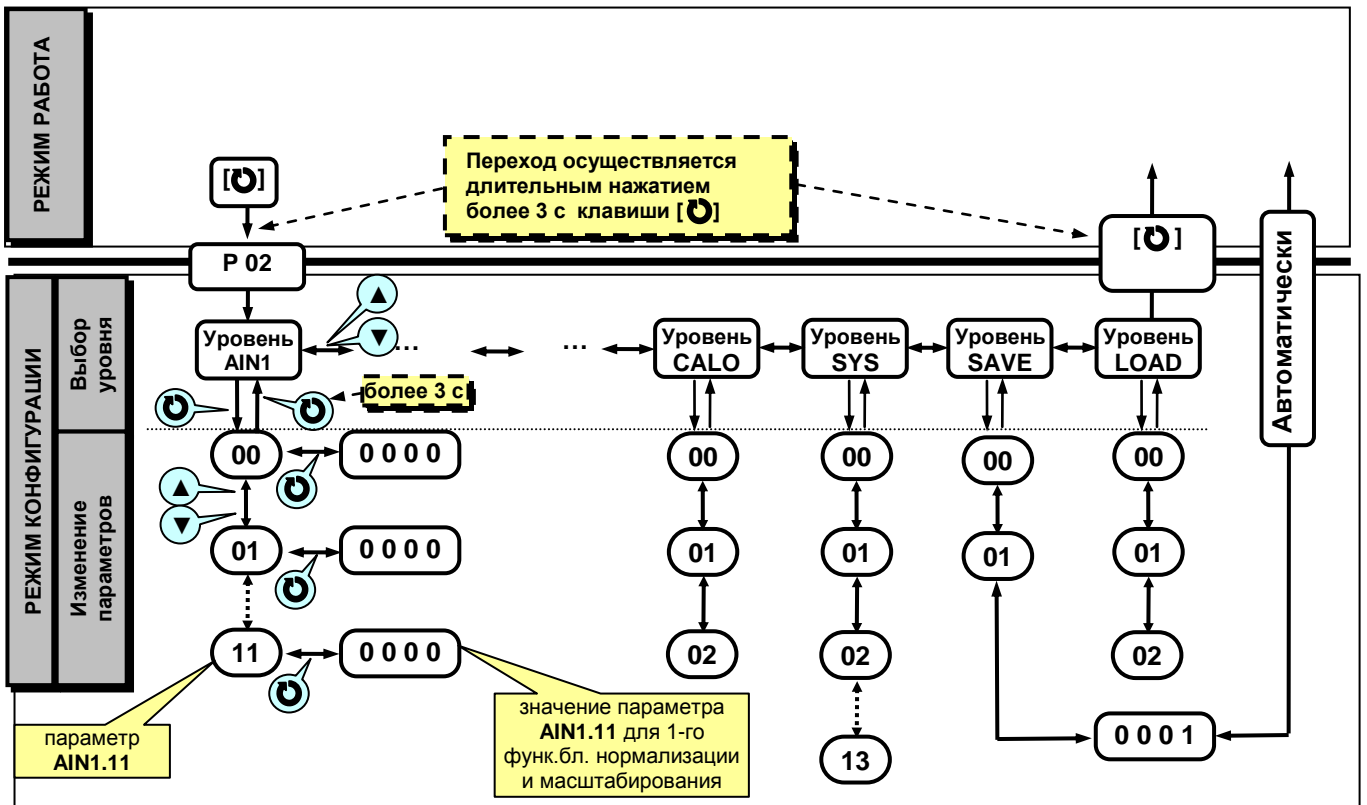

Рисунок 4.2 - Диаграмма режима конфигурации и настроек
• Параметры, используемые в индикаторе ИТМ-112, сгруппированы в уровни и представлены на диаграмме (рисунок 4.2).
В дальнейшем по тексту руководства идет ссылка на параметр в виде XXXX.YY (например ALRM.00), где XXXX – название УРОВНЯ, а YY – номер пункта меню (рисунок 4.2).